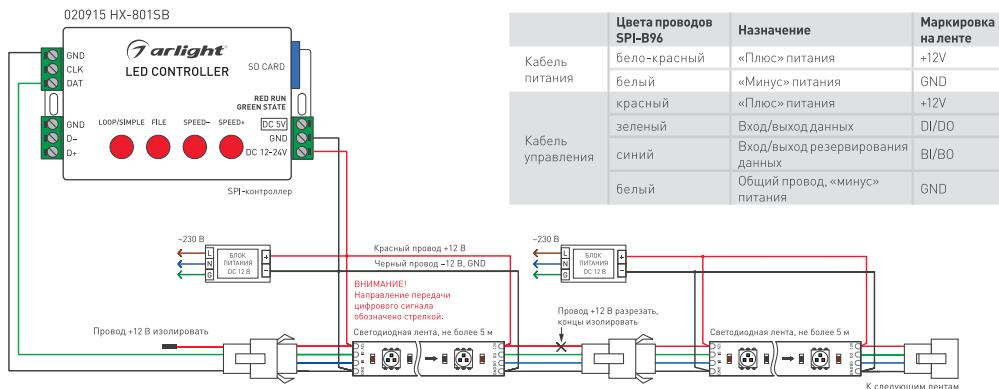

Рис. 1. Схема подключения ленты с использованием SPI-контроллера с одним выходным портом и с использованием раздельных блоков питания.
- ↗ Подключите ленту в соответствии со схемой (рис. 1). Соблюдайте полярность подключения и направление передачи сигнала (вход/выход). Обращайте внимание на маркировку, нанесенную на печатную плату и на цвета соединительных проводов.
- ↗ Подключите ленту согласно схеме (рис. 1).